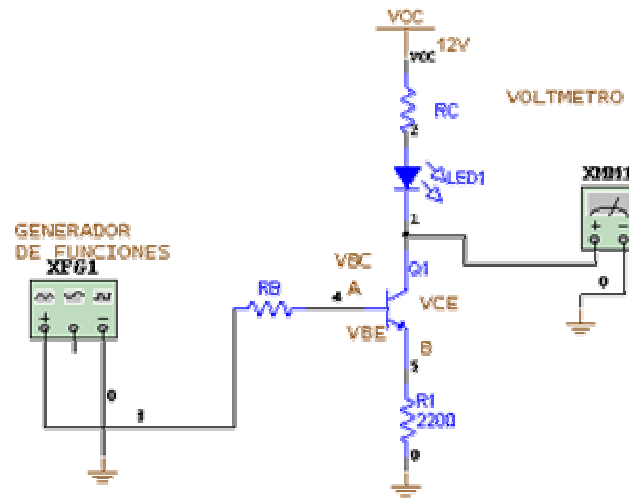

Figura 5.
- a) Construye el circuito que se muestra en la figura 5.